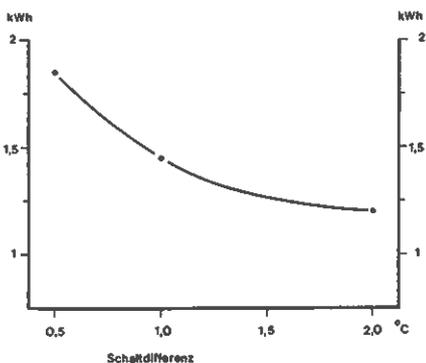

Abb. 25 Einfluss der Schaltdifferenz auf den Energieverbrauch
- unnötig häufiges Schalten des Thermostaten (Thermostat defekt oder Schaltdifferenz zu knapp eingestellt) (Abb. 25)